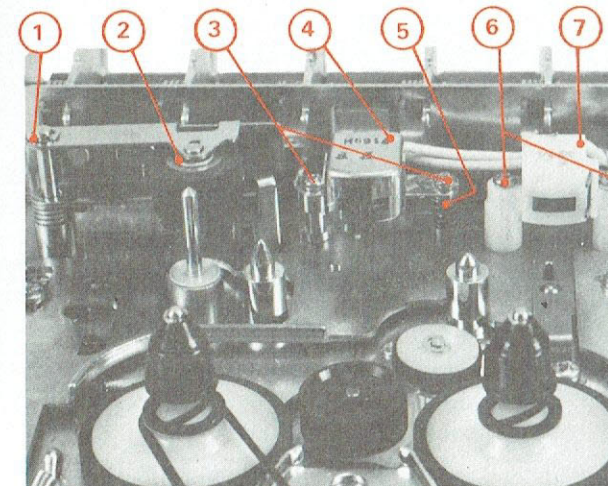

Fig. 8
c) Têtes magnétiques (Fig. 8)
- 2° - Enlever les vis (3) et le ressort (5) pour déposer la tête d'enregistrement-lecture (4).
- 3° - Enlever les vis (6) pour déposer la tête d'effacement (7).
d) Galet presseur (Fig. 8)
- 2° - Retirer l'anneau d'arrêt (1).
- 3° - Déposer l'ensemble support-galet presseur (2).